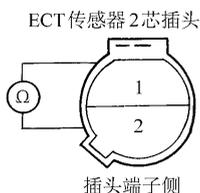

图 3-22 测量 ECT 传感器 2 个端子之间的电阻
(3) 从 ECT 传感器上断开 2 芯插头 (4) 测量 ECT 传感器 2 个端子之间的电阻 (图 3-22) (5) 观察电阻是否为 200 ~ 400Ω	否 更换 ECT 传感器